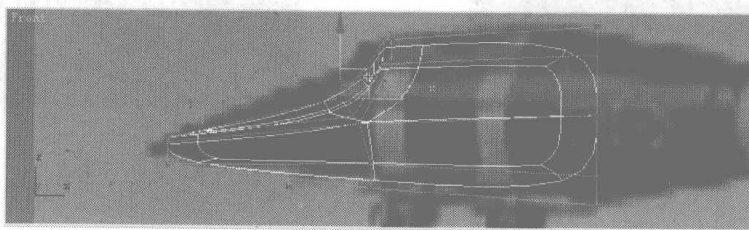
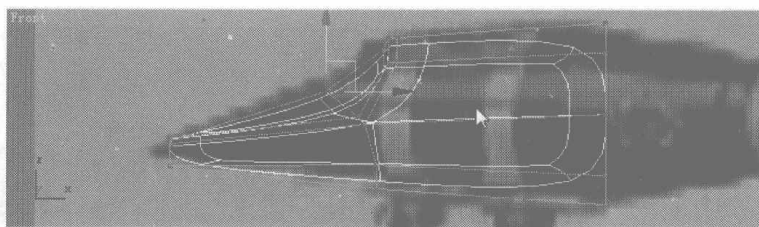
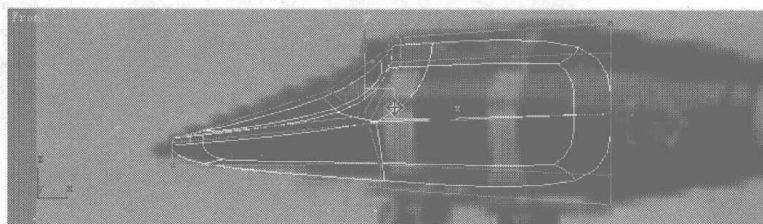
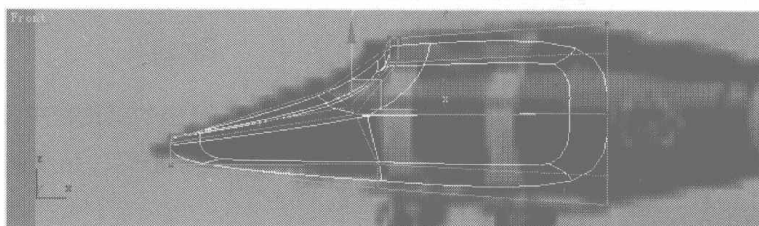

图 2.39
图 2.40
图 2.41
图 2.42
- 10** 选择如图 2.39 所示的点，调整到如图 2.40 所示的位置。选择如图 2.41 所示的点，调整到如图 2.42 所示的位置。